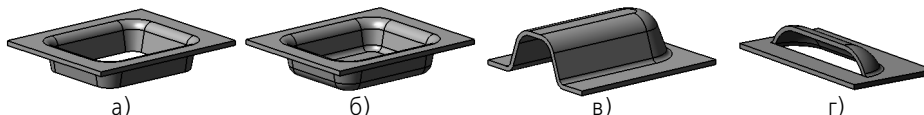

Рис. 112.1. Штамповочные элементы
- ▼ открытая и закрытая штамповка (рис. 112.1, а и 112.1, б),
- ▼ буртик (рис. 112.1, в),
- ▼ жалюзи (рис. 112.1, г).